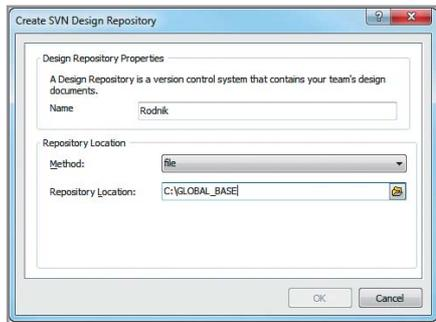

Рис. 4. Создание нового хранилища
3. Создадим хранилище SVN. Для этого перейдём в глобальные настройки *DXP > Preferences > Data Management > Design Repositories* и нажмём кнопку *Create New > SVN*. В появившемся окне укажем путь к ранее созданной папке в строке *Repository Location* и название хранилища – в поле *Name* (см. рис. 4). Нажмём OK, и в папке C:\GLOBAL_BASE\ автоматически будет создан набор файлов и поддиректорий для работы SVN. Следует помнить, что содержимое этой папки автоматически обрабатывается СУВ, и пользователю запрещено напрямую модифицировать, добавлять или удалять файлы и поддиректории во избежание нарушения работы SVN.